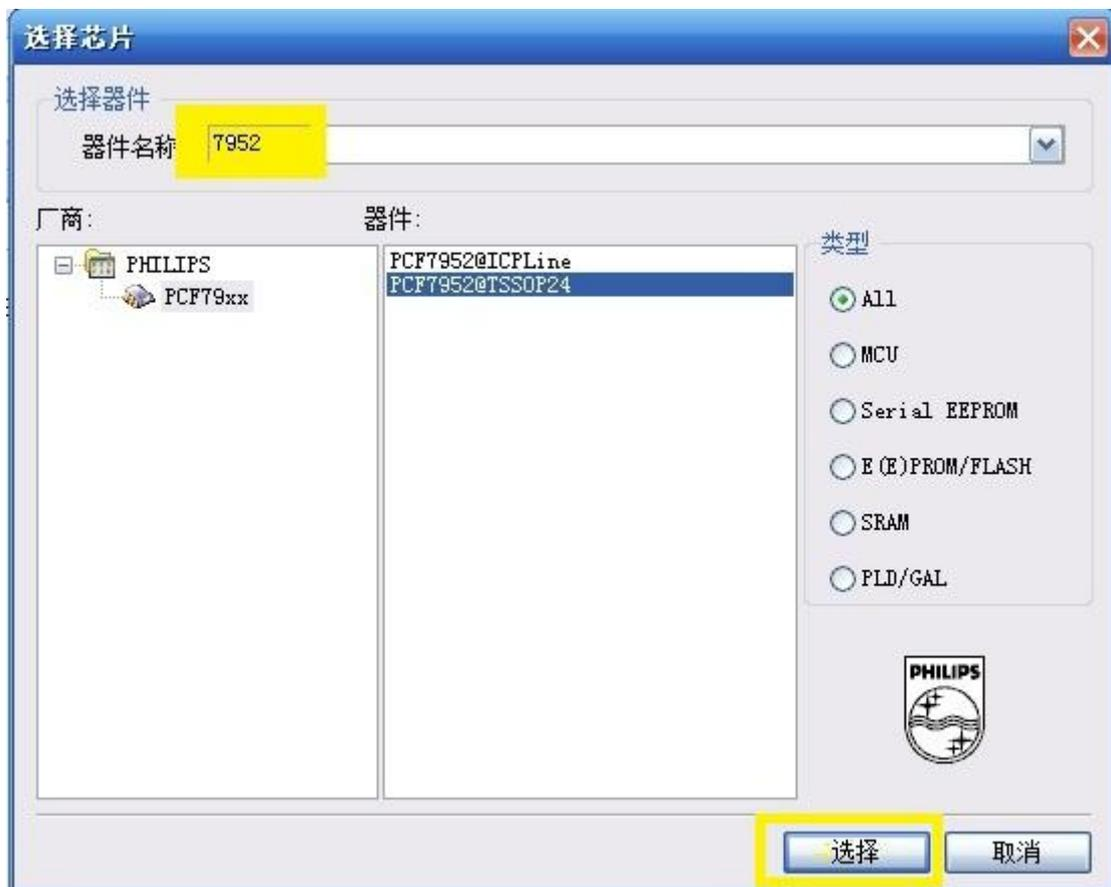

图 2.2.1 选择芯片
- 在器件名称输入框中输入芯片型号 PCF7952，如图 2.2.1 所示；